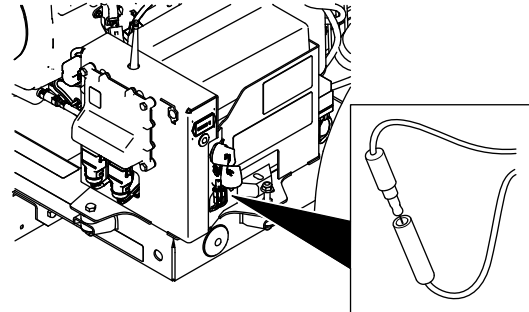

Figura 55
2. Retire el conector de un pin del conector de una sola vía (Figura 55)
3. Enchufe el conector de un pin en el conector de una sola vía (Figura 55)